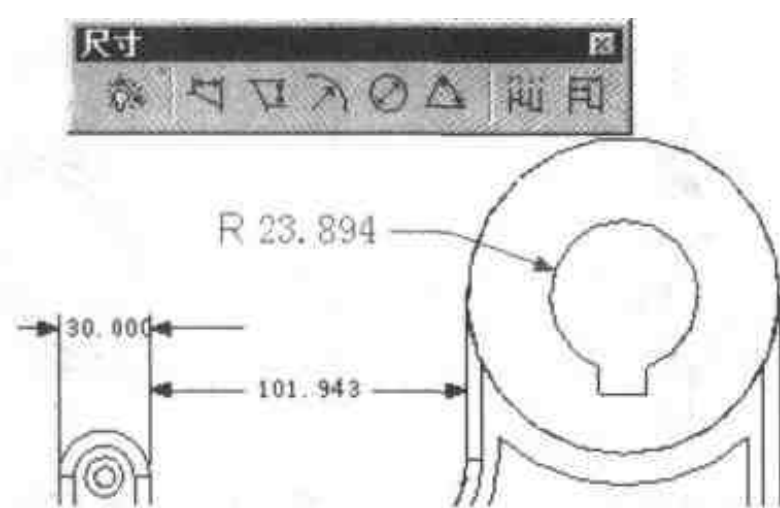

图 2.70 利用【智能标注】添加半径尺寸
- (7) 使用【智能标注】工具还可以添加如图 2.70 所示的半径。单击任何圆弧(除了其中点)时，可以自动测出半径尺寸。